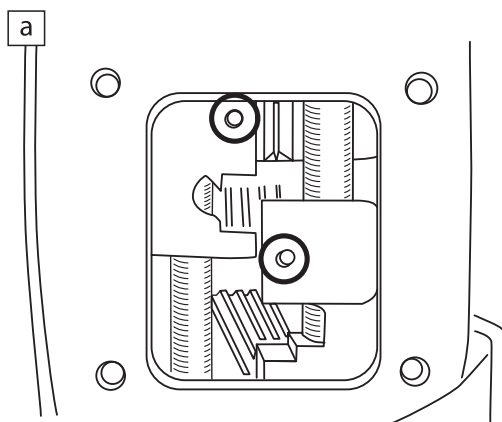

Рис. 18
- Установите направляющие штифты (**Рис. 18** обведены) в вилки переключения РК (диаметр штифтов 4 мм, высота над вилкой должна составлять 4–5 мм);